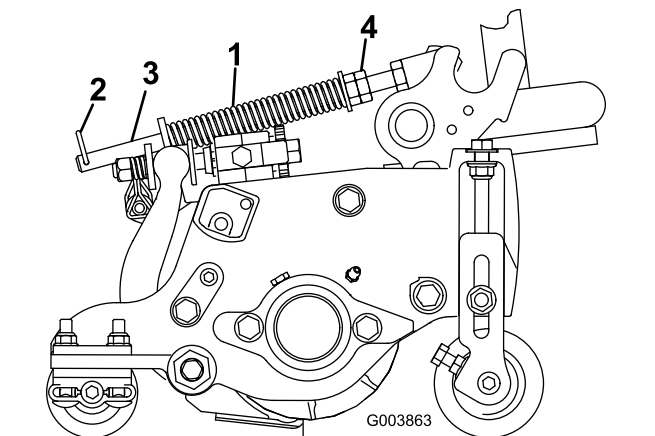

Figura 53
- Aperte as porcas sextavadas na extremidade dianteira da haste da mola até que o comprimento da mola em compressão seja de 15,9 cm; consulte a Figura 53.
A mola de compensação de relva (Figura 53) transfere peso do rolo dianteiro para o rolo traseiro. Isto ajuda a reduzir o efeito ondulado na relva, também conhecido como ondulação ou “bobbing”.
- Certifique-se de que o perno de de gancho está instalado no orifício traseiro na haste da mola (Figura 53).